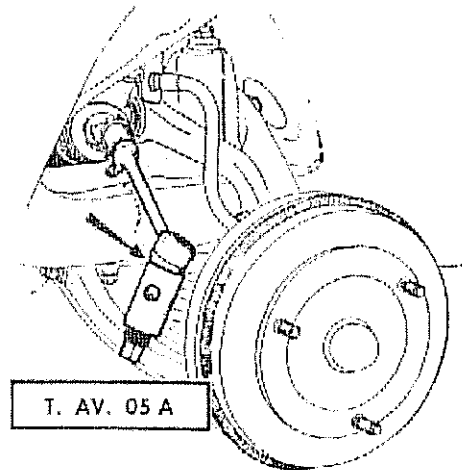

Fig. 262
- 2) Quitar la chaveta y la tuerca del extremo de la bieleta de dirección y quitar el extremo empleando la herramienta especial, extractor T. AV. 05 A. (Fig. 262).